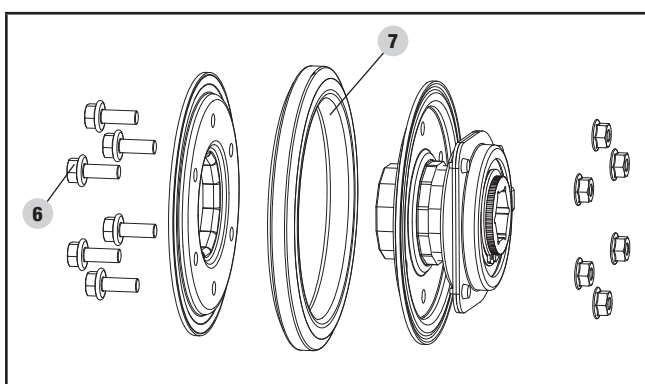

Figure 30
6. Dévissez les 6 boulons M6 × 16 (6) de l'assemblage du disque d'embrayage afin de jeter l'anneau en caoutchouc usé de la roue de friction (7) et de le remplacer par un anneau neuf. (figure 30).